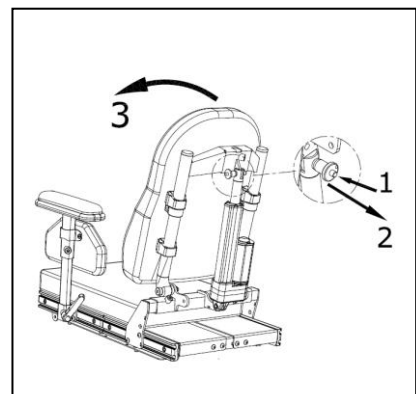

Abb. 3.5
1. Ziehen Sie den Quick Release Pin (1) und zieh der Pin aus (2) (Abb. 3.5).
2. Klappen Sie die Rückenlehne herunter (3)